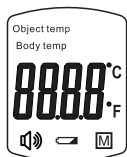
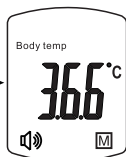

図 8.13
図 8.14
1. 測定ボタンを押すと、電源がオンになります。(図 8.13) ピピッと音が鳴り、液晶ディスプレイに前回測定値が表示されます。(図 8.14)